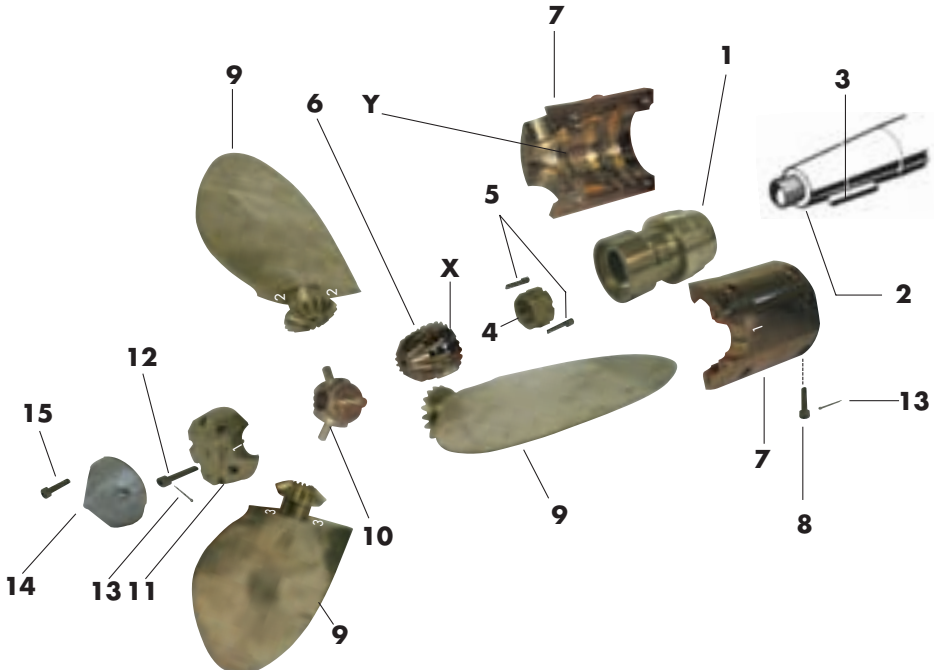

Fig. 2
- 3) **MONTAGGIO - ASSEMBLY:** Tenete presente che le parti che compongono la Max-Prop® **NON** sono intercambiabili; nel caso si ricevessero contemporaneamente più eliche, sarà quindi necessario fare molta attenzione a non mischiare i pezzi smontati. Effettuate le varie operazioni facendo riferimento alla Fig. 2.
*Max-Prop® parts are **NOT** interchangeable. Make sure if you receive more than one propeller that you do not interchange parts. Please use Fig.2 for part number references.*